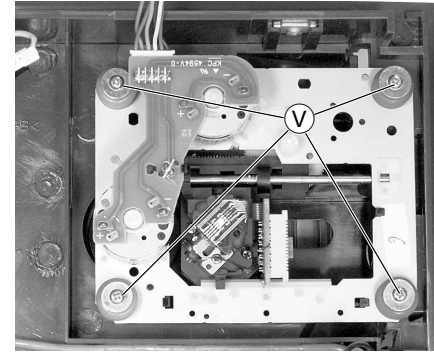

Fig. 23
- 4 Schrauben ⑤ herausdrehen (Fig. 23) und CD-Laufwerk herausnehmen, dabei Steckverbinder nach Bedarf öffnen.
- Undo the 4 screws ⑤ (Fig. 23) then remove the CD drive unit. If necessary undo the connectors.